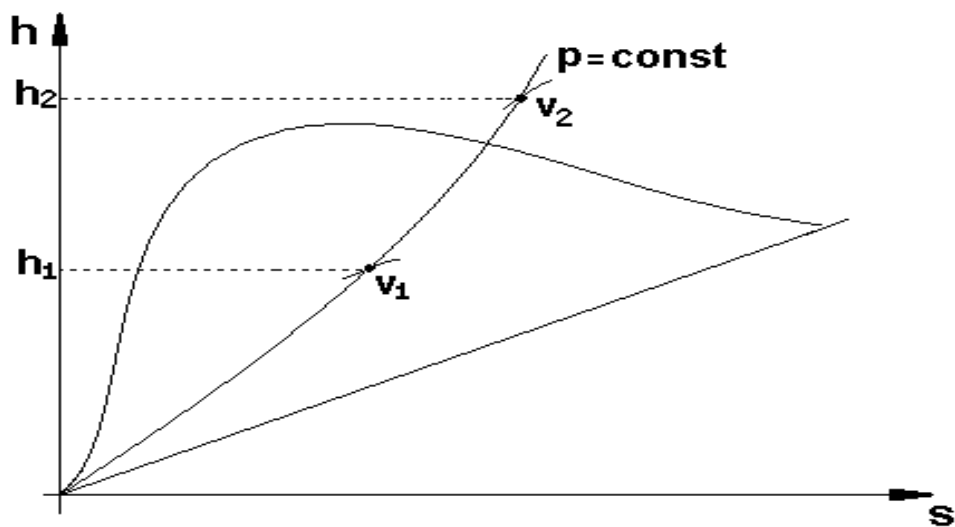

Рисунок 10 – Изображение изобарного процесса на  $h$ - $s$ -диаграмме
**Изобарный процесс** ( $P = \text{const}$ ). На рис. 10 представлен изобарный процесс на  $h$ - $s$ -диаграмме. Количество участвующего в процессе тепла находится по разности энтальпий (154).